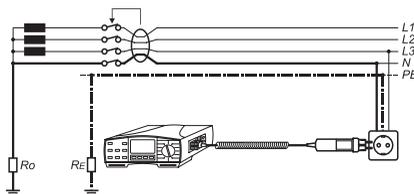

Bild 74: Anschluss der Messleitungen mit COMMANDER 1
- ▶ Die Messleitungen mit dem Prüfling gemäß Bild 74 oder 75 verbinden. Falls gewünscht kann mit der Taste 'HILFE' diese Anschlussinformation direkt am Messgerät abgerufen werden, mehrfaches Drücken der Taste 'HILFE' zeigt verschiedene Anschlussmöglichkeiten an.